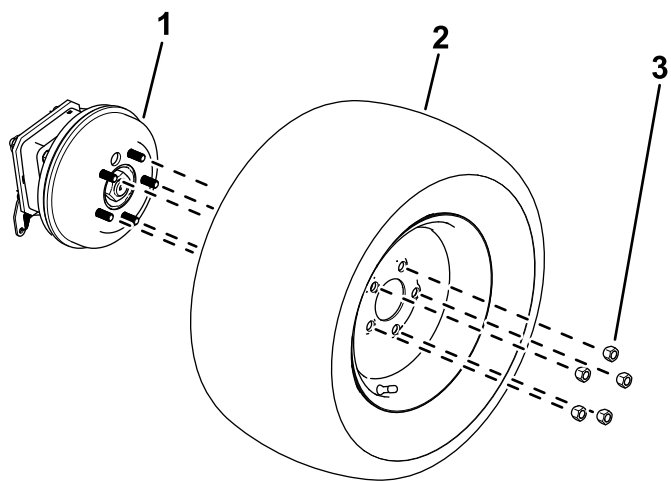

图 12
1. 松开并取下车轮螺母图 12。
2. 从轮毂卸下车轮图 12。
1. 用之前卸下的车轮螺母将轮胎固定到轮毂上 图 12。